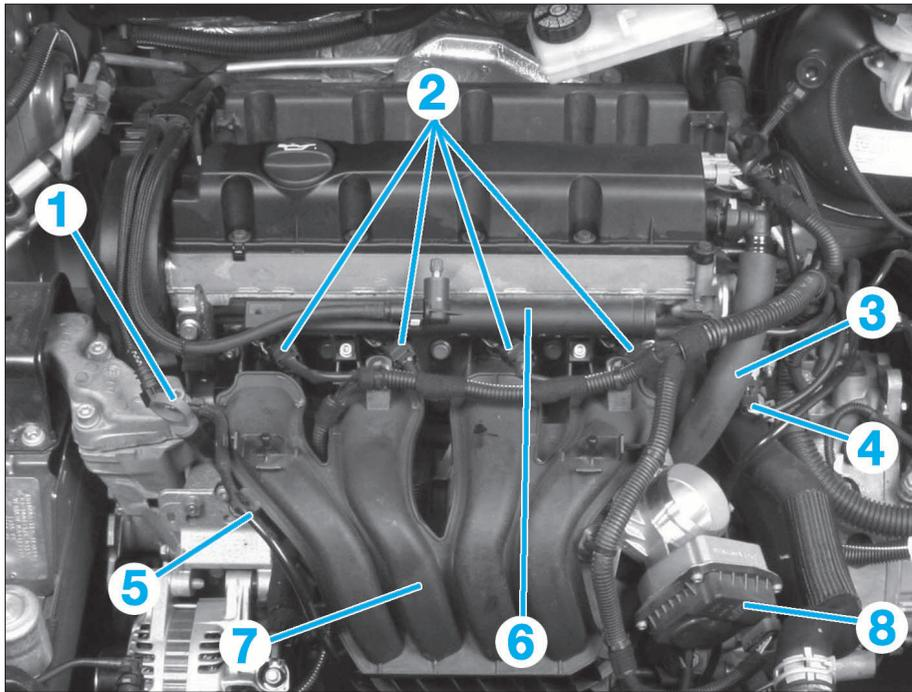

FIG. 14
- les vis de fixation du guide de jauge d'huile (1) (Fig.14).
- les injecteurs (2)
- les connecteurs du boîtier papillon (8)
- les tuyaux d'aspiration des vapeurs d'huile (3)
- le tuyau à dépression du servofrein (4).
- les canalisations de carburant (5).